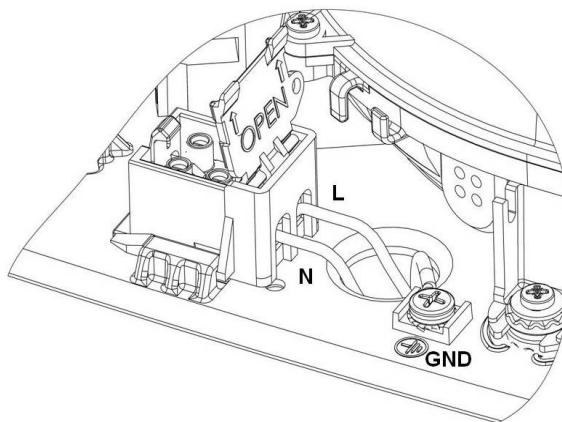

Fig. 5
Die Elektroinstallation wird durch vorbereitete Kabelkanäle vorgenommen (siehe Abbildung 5), wie im Folgenden ausgeführt:
2. Schließen Sie die Leitungs- und Erdungskabel (3 Kabel 16 AWG 1.31 mm²) durch das Eintrittsloch an der Unterseite Ø 22 mm (Ø 0.87“) an, wie in Abbildung 5 zu sehen.
4. Schließen Sie die beiden Phasen (N und L) an die Klemmleiste und das Erdungskabel an die Schraube des Erdungspunktes (Klasse I) an, gemäß Abbildung 5.